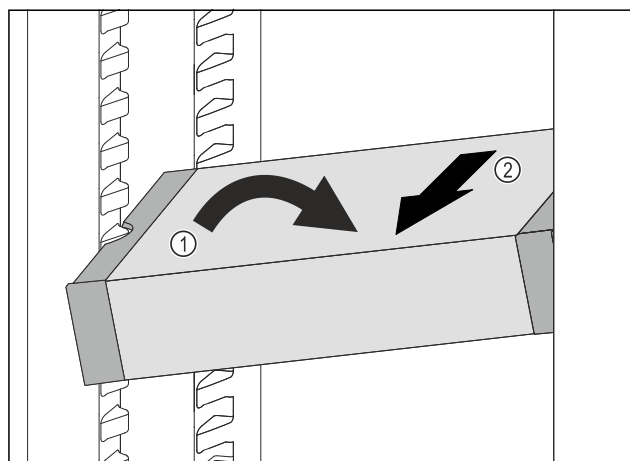

Fig. 62
- ▶ VarioSafe postavte v chladničce šikmo. Fig. 62 (1)
- ▶ VarioSafe odeberte směrem dopředu. Fig. 62 (2)